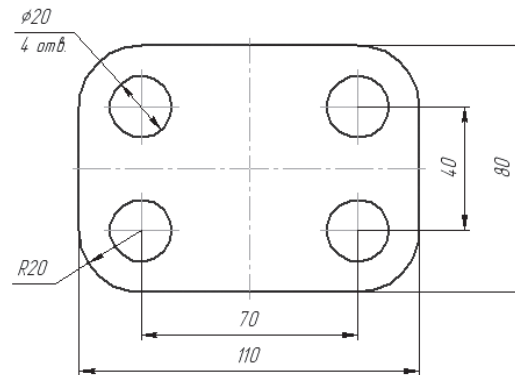

Рис. 57
9. Завершить оформление пластины, проставив необходимые размеры, активировав панель *Размеры*  (рис. 57). Для повышения точности простановки размеров активировать глобальную привязку *Пересечение*.
Законченную работу (рис. 57) сохранить в индивидуальной папке студента (диск *C* → *Сот.* «номер индивидуального компьютера» → папка «№ группы» → папка «Фамилия студента» → папка «Лабораторные работы» → файл «Пластина»).